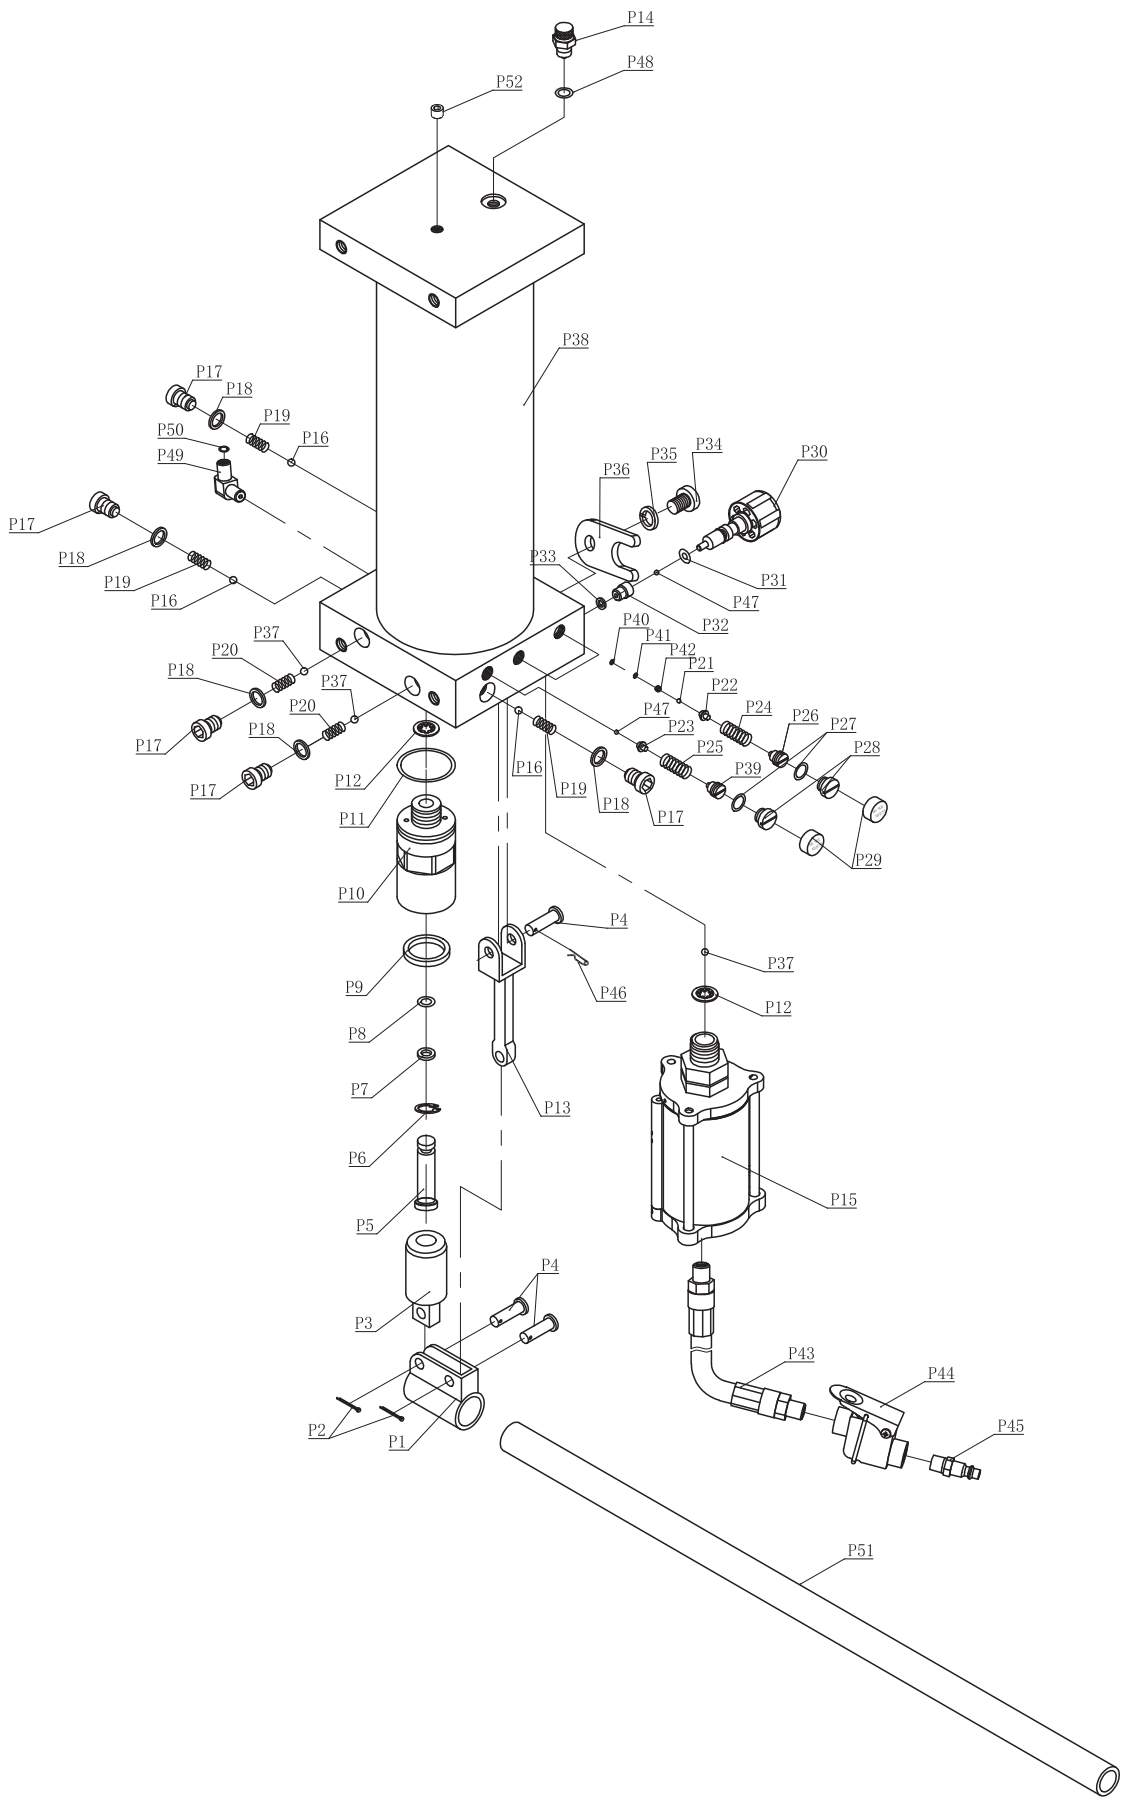

Рис. 4.
Удаление воздуха из гидравлической системы вручную: создайте давление в цилиндре, затем откройте вентиль спускного клапана (P30, рис. 4), поворачивая его против часовой стрелки. Прокачайте несколько раз, чтоб удалить весь воздух из системы.
2. Накрепко закройте вентиль спускного клапана (P30, рис. 4) поворачиванием по часовой стрелке.
4. Проверьте уровень гидравлического масла, отвинтите сапунный клапан (P14, рис. 4) сверху резервуара и, если масла недостаточно, залейте высококачественное гидравлическое масло для гидравлических цилиндров, затем закройте сапунный клапан и удалите воздух из гидравлического контура как описано в пункте 1 главы "Перед первым использованием".